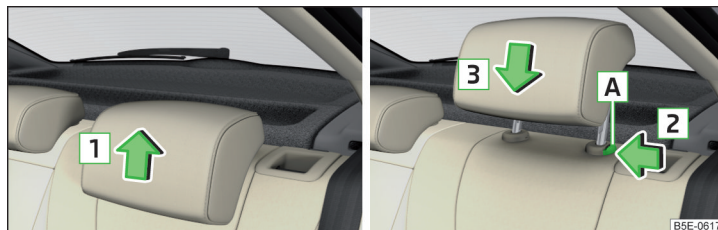

Fig. 73 Reglarea pe înălțime a tetierei spate
- » Prindeți tetiera și deplasați-o **în sus** în sensul săgeții **1** » **fig. 73**.